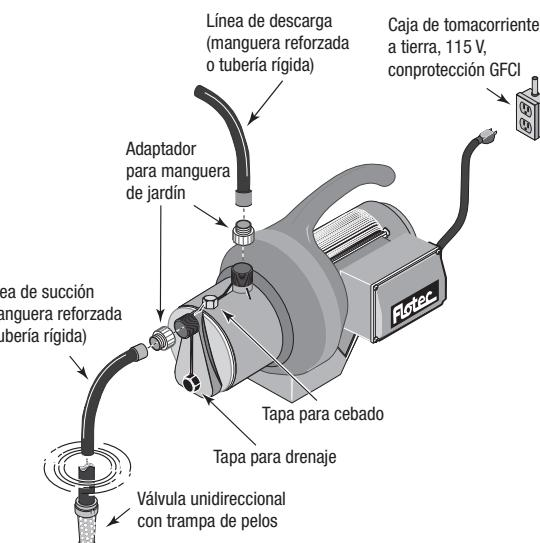

Figura 1–Instalación típica
Tanto los puertos de succión como de descarga están roscados a 1" MNPT. Si usa mangueras, use adaptador de manguera. Vea la Figura 1. No use una manguera en la succión si bombea desde lagos, arroyos o estanques. La manguera se colapsará y causará el fallo de la bomba. Instale una trampa de pelos con la válvula de pie en el extremo de la línea de succión. Inspeccione y límpie la trampa de pelos con frecuencia (Figura 1).
- ◆ Al usar una manguera de jardín, instale adaptadores en la succión y la descarga de la bomba. La manguera de succión requerirá dos extremos hembra. Use una manguera de suministro estándar de lavadora como línea de succión (Figura 1).